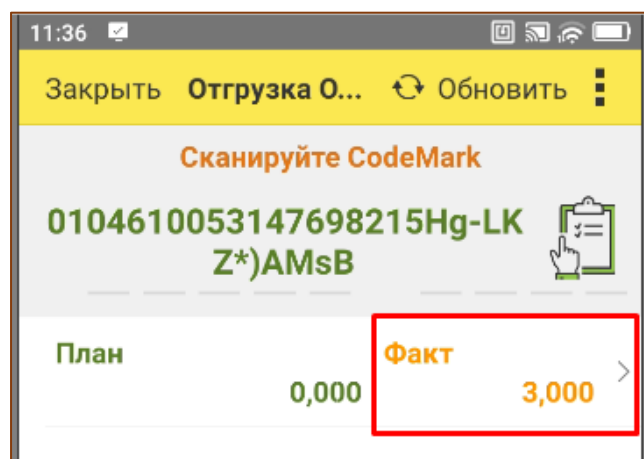

Рис. 11.16 - Сканирование КМ в документ "Отгрузка"
2. Начать сканирование товаров (Рис. 11.16);